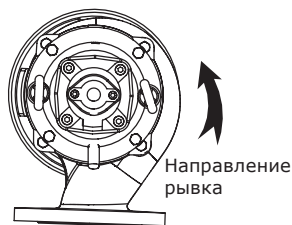

Рис. 12 Вид сверху. Направление рывка при пуске
3. Если насос подключен правильно, рывок будет в сторону, противоположную правильному направлению вращения. См. рис. 12.